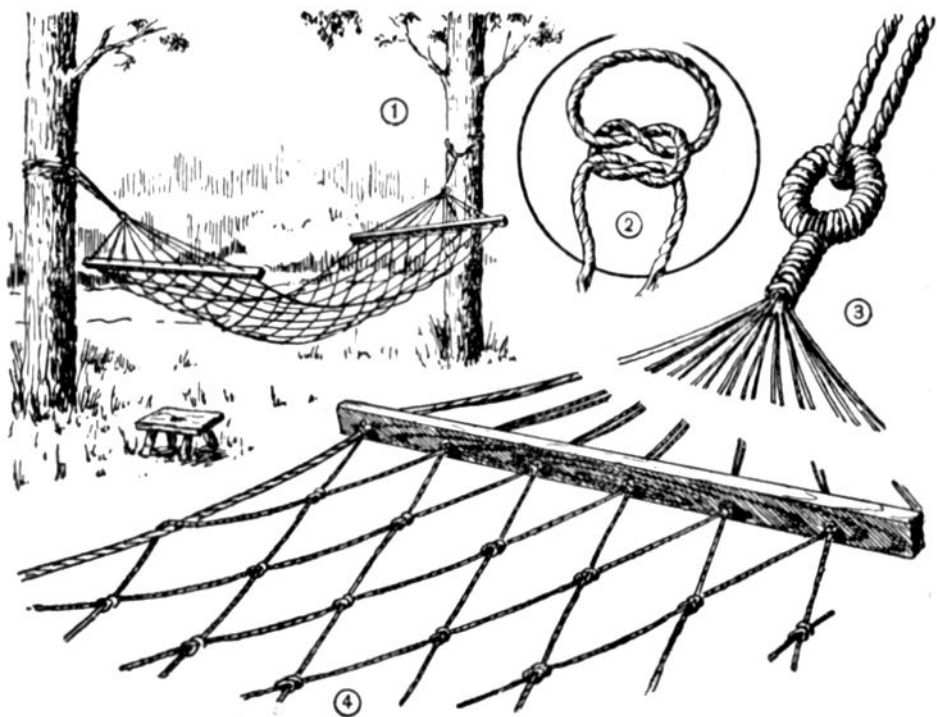

Рис. 172. Плетение гамака:
Гамак (рис. 172) плетется из крепких веревок или толстого шнура различными узлами. На рисунке 172(2) показан один из узлов, с помощью которого можно плести гамак. Заготавливают два бруска длиной по ширине гамака и толщиной в 3,5—4 сантиметра. В брусках сверлят отверстия на расстоянии 6—8 сантиметров друг от друга, такие, чтобы в них свободно проходила веревка, сложенная вдвое. Затем толстый шнур или веревку нарезают на части. Отрезков должно быть в два раза больше, чем отверстий на одном бруске. А длина каждого отрезка должна быть в три раза больше длины гамака. Заготавливают два металлических кольца или делают их из веревки (рис. 172(3)). С помощью этих колец гамак надевается на крюки, ввинченные в столбы.
Плетение гамака начинается с того, что в каждое отверстие бруска продевают по два отрезка веревки. Далее все концы веревки продевают в кольцо, отгибают их на 8—10 сантиметров и закрепляют (рис. 172(3)).